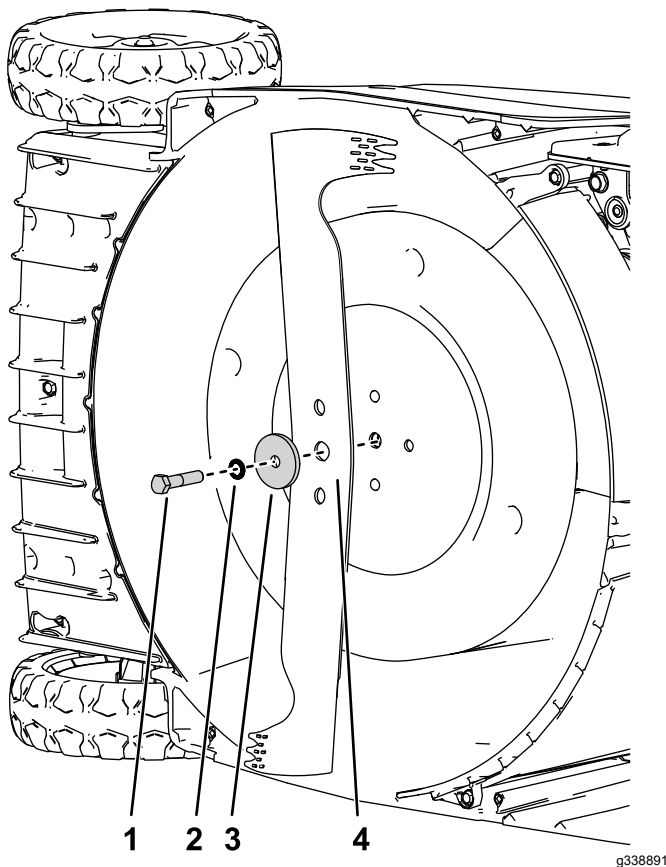

Bild 29
4. Setzen Sie das neue Messer und alle Schrauben auf (Bild 29).